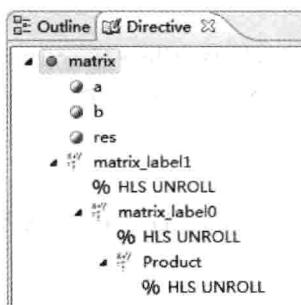

图 5.110 添加用户命令后的界面
- (1) 在 HLS 主界面主菜单下,选择 Project→New Solution…。
- (2) 出现 Solution Wizard(解决向导)对话框界面,在该界面内:
- ① Part Selection(器件选择)下,按前面的方法选择器件: xc7a100tcsg324-1。
- ② 其他按默认参数设置。
- ③ 单击 Finish 按钮。
- (3) 打开 matrix.c 文件。
- (4) 在打开 matrix.c 文件的右侧窗口内,选择 Directive 标签。
- (5) 如图 5.110 所示,分别添加下面的用户策略:
- ① 选择 Product,为其添加 UNROLL 命令;